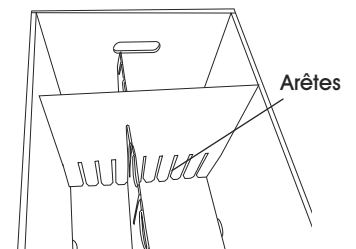

Figure 27
4. Insérez dans la boîte et à la position désirée le séparateur court, arêtes orientées vers le bas et alignées sur les arêtes du séparateur long. (Voir Figure 27)